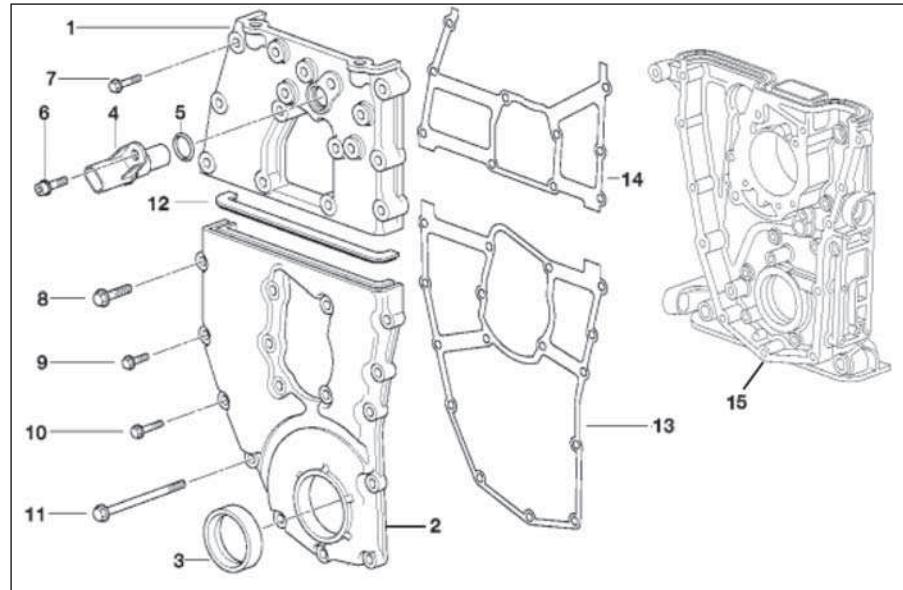
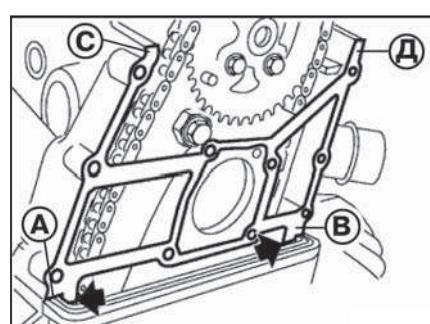

Рис. 4.20. Крышки ГРМ
Рис. 4.21. Места разрезов
Конструктивное исполнение крышек ГРМ показано на рис. 4.20.
- Вывернуть датчик (4) положения цилиндров из крышки (1) ГРМ и вывернуть болты (7, 10 шт.) крепления крышки ГРМ и снять ее. Снять профильную уплотнительную прокладку (14), в дальнейшем она подлежит замене.
- Разрезать уплотнительную прокладку в местах отмеченных стрелками (рис. 4.21) движением изнутри наружу, т.к. уплотнительная прокладка в запасные части для верхней крышки ГРМ поставляется отдельно. Снять прокладку.
- Очистить канавку для профильной резиновой прокладки (12, см. рис. 4.20) и уплотняемые поверхности от остатков уплотнения. На верхнюю и нижнюю уплотняемые поверхности головки блока цилиндров (точки А и В, см. рис. 4.21) нанести тонкий слой герметика типа «Drei Bond 1209».
отверстия под крышку. Установить новую уплотнительную прокладку. На верхнюю и нижнюю угловые части (А, В, С, Д, рис. 4.21) уплотнительной прокладки нанести тонкий слой герметик типа «Drei Bond 1209».
- На концах канавки под прокладку (12, см. рис. 4.20) тонкой и равномерной полоской нанести герметик типа «Drei Bond 1209». Вложить новую профильную резиновую уплотнительную прокладку (12) в канавку.